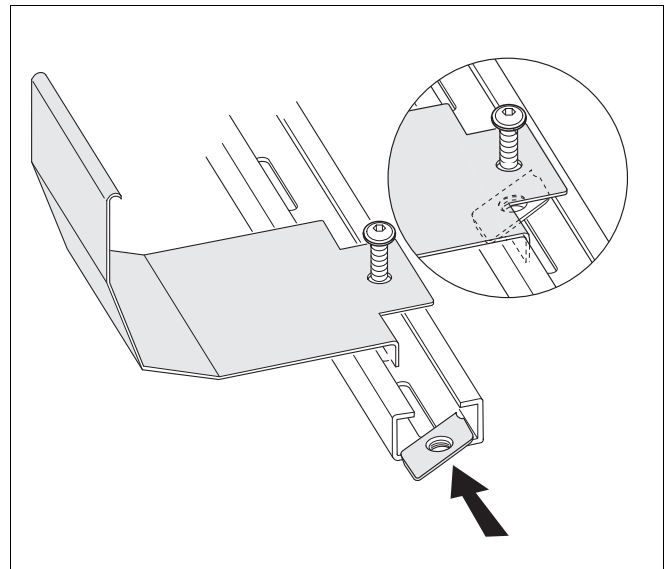

Abb. 8 Auffangbügel montieren
- Den Auffangbügel mittig zwischen die Kollektorhalter eines Kollektors schrauben (Abb. 8).